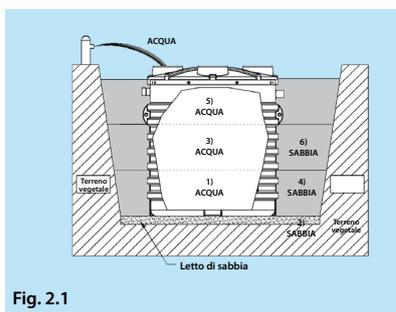

Fig. 2.1
**Fig. 2.1** - Posare il serbatoio **totalmente vuoto** sul letto di sabbia distribuito sul fondo dello scavo, riempire progressivamente il serbatoio con acqua e contemporaneamente rinfiancare con sabbia: procedere per strati successivi di **15/20 cm** riempiendo prima il serbatoio e successivamente rinfiancando con sabbia compattata. Non usare **MAI** materiale che presenti spigoli vivi. **N.B. Per la posa in contesti più gravosi (falda, terreno argilloso o presenza di declivio), proseguire ai paragrafi 2.6, 2.7 e 2.8.**